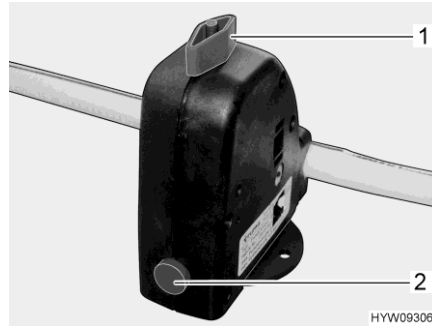

Bild 102 Sicherheits-/Ablassventil (Truma)
- Sicherheits-/Ablassventil (Truma) schließen. Dazu den Drehknopf (Bild 102,1) quer zum Sicherheits-/Ablassventil drehen und den Druckknopf (Bild 102,3) eindrücken.